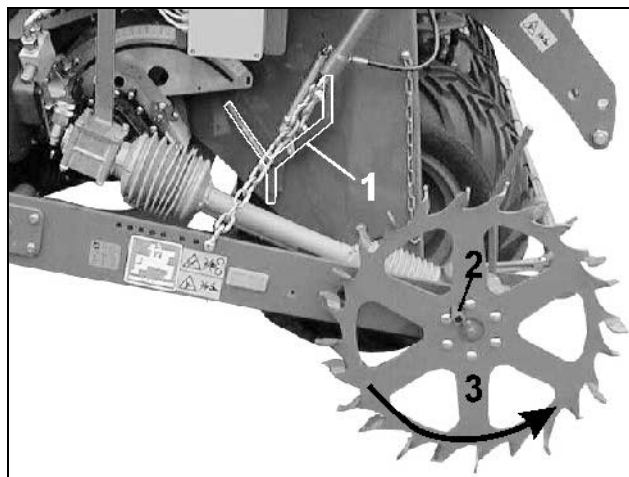
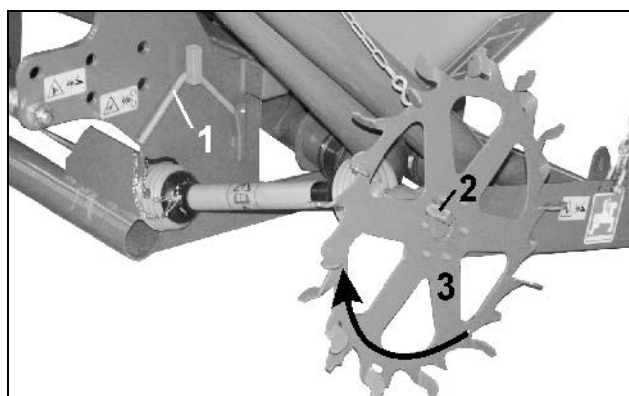

Fig. 70
Fig. 71
- Tome la manivela de colección (Fig. 70/1, Fig. 71/1).
- Enchufar la manivela de colección a través de un suplemento cuadrado (Fig. 70/2, Fig. 71/2) sobre la rueda de espolones (Fig. 70/3, Fig. 71/3).
FPS (Fig. 70): ¡girar el rueda de espolones hacia la **izquierda**!
FRS (Fig. 71): ¡girar la rueda de espolones hacia la **derecha**!
- Colocar la manivela de colección (Fig. 70/1) en el soporte